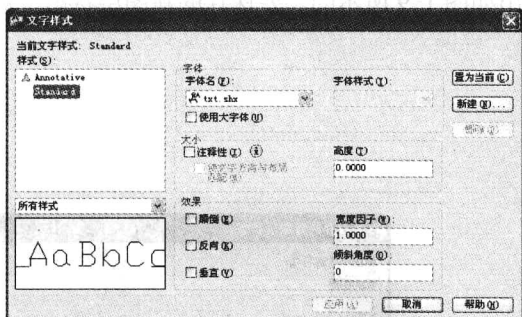

图 1-12 “文字样式”对话框
1. 单击“文字”工具栏或“样式”工具栏中的“文字样式”按钮，或选择“格式”→“文字样式”命令，弹出如图 1-12 所示的“文字样式”对话框，可看到系统默认的文字样式名为 txt.shx。